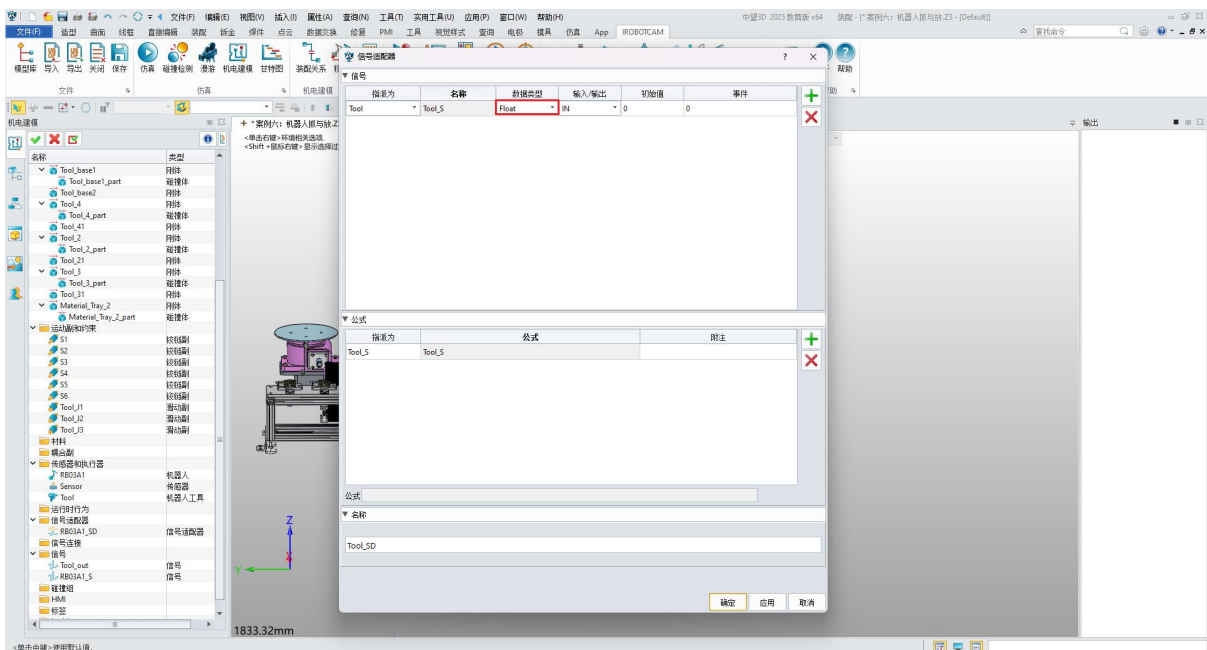

图 10-11: 信号适配器工具
- 对机器人工具重复上述操作，分配适当的名称和数据类型（例如“Tool\_S”和“Float”）。（图 10-11）